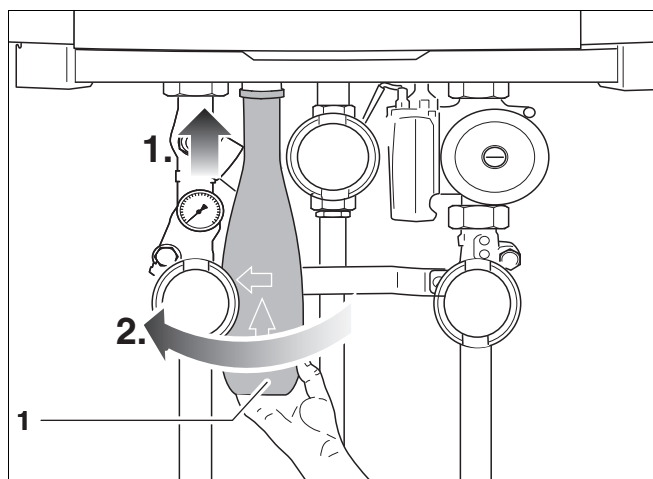

Fig. 18 Montering af vandlås
- Montér vandlåsen (fig. 18, pos. 1) ved tilslutningen til kondensatudløbet (AKO).